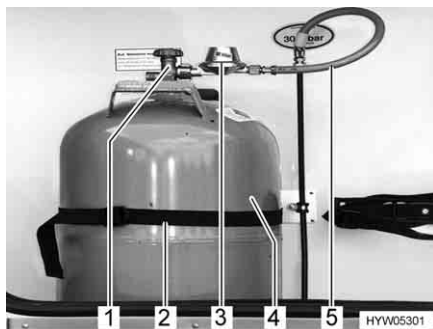

Fig. 71 Vano portabombole
- Chiudere la valvola principale di arresto (Fig. 71,1) della bombola del gas (Fig. 71,4). Osservare la direzione della freccia.
- Svitare manualmente il regolatore di pressione del gas (Fig. 71,3), con il tubo del gas (Fig. 71,5), dalla bombola del gas (filettatura sinistrorsa).
- Allentare le cinghie di fissaggio (Fig. 71,2) ed estrarre la bombola del gas.